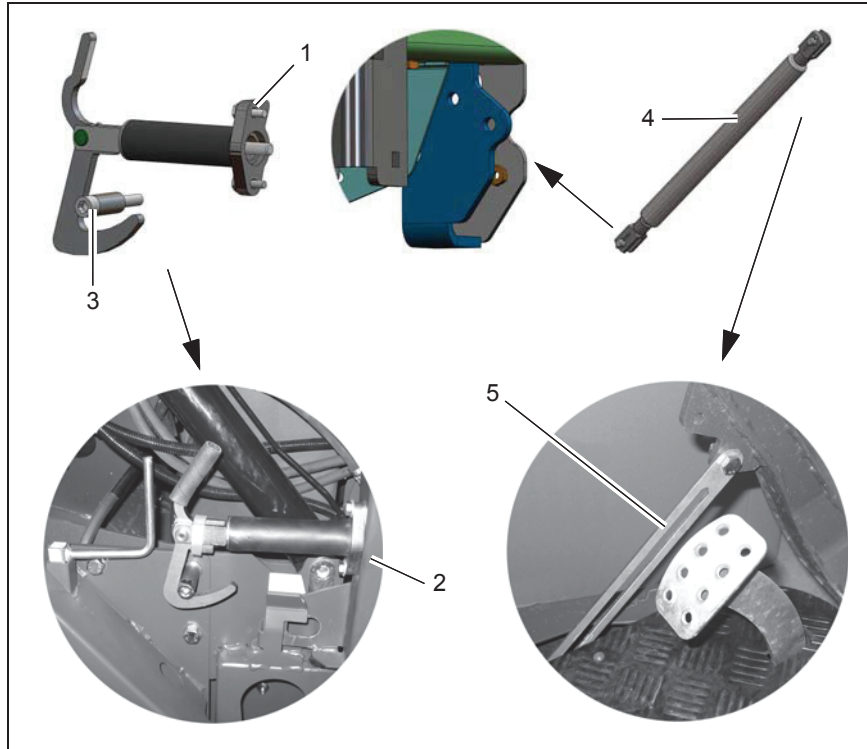

Abb.4
2. Den Fanghaken (Abb. 4/1) an der Sitzkonsole (Abb. 4/2) mit zwei Schrauben M8x25 und Sperrkantscheiben montieren.
3. Den Bolzen M12x65 (Abb. 4/3) mit Buchse am Fahrzeugrahmen montieren.
4. Die Lasche (Abb. 4/5) demontieren und an gleicher Stelle den größeren Gasdruckdämpfer (Abb. 4/4) montieren.